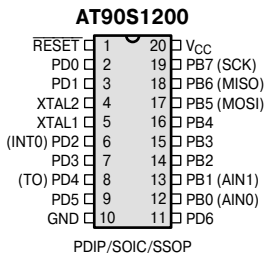

Рис. 1.2. Расположение выводов модели AT90S1200
- AT90S1200 (**Рис. 1.2**) имеет FLASH-память программ объемом 1 Кбайт и EEPROM-память данных объемом 64 байта. Количество контактов ввода/вывода равно 15;